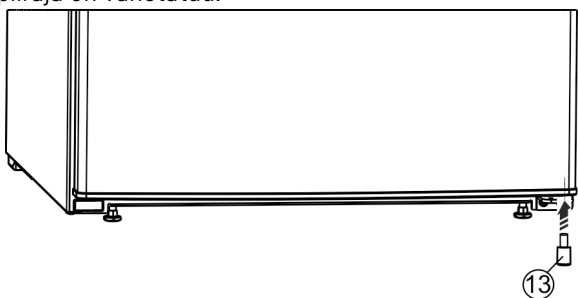

Fig. 26 *
- ▶ Pange distantsdetail Fig. 26 (13) all paremal jälle ukse sisse, sest see on seadme seisustabiilsuse jaoks oluline.*